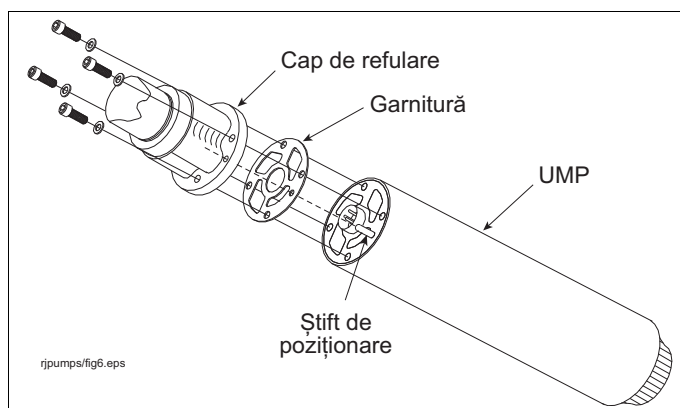

Figura 27. Șuruburi și garnitură UMP
6. Scoateți vechea UMP îndepărtând cele patru bolțuri care țin capul de refulare, așa cum se arată în Figura 27. Eliminați vechea garnitură și șuruburile de prindere.
6. Scoateți UMP îndepărtând cele patru bolțuri care țin capul de refulare, așa cum se arată în Figura 27 la pagina 32. Eliminați vechea garnitură și șuruburile de prindere.